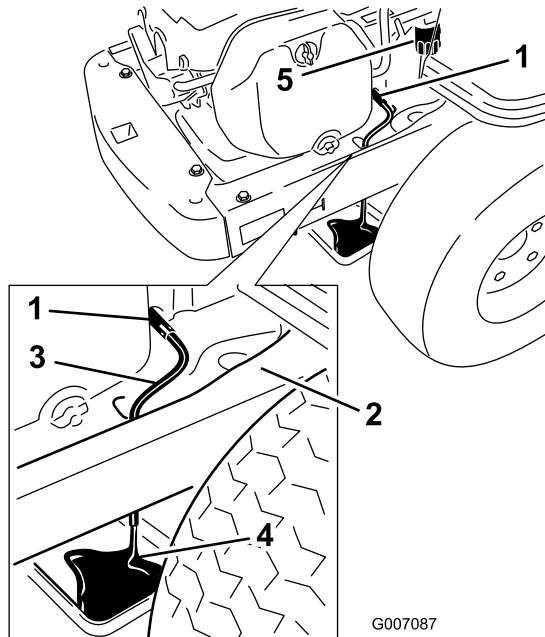

Bild 38
7. Stellen Sie eine Wanne direkt unter den Ölabblassschlauch unter die Maschine (Bild 38).
8. Drehen Sie das Ablassventil um eine Vierteldrehung nach links, um es zu öffnen, damit das Öl ablaufen kann (Bild 38).
11. Nehmen Sie den alten Filter heraus und wischen Sie das Befestigungspolster ab (Bild 38).
13. Entfernen Sie den Ölabblassschlauch und wischen Sie Ölreste vom Rahmen ab (Bild 38).